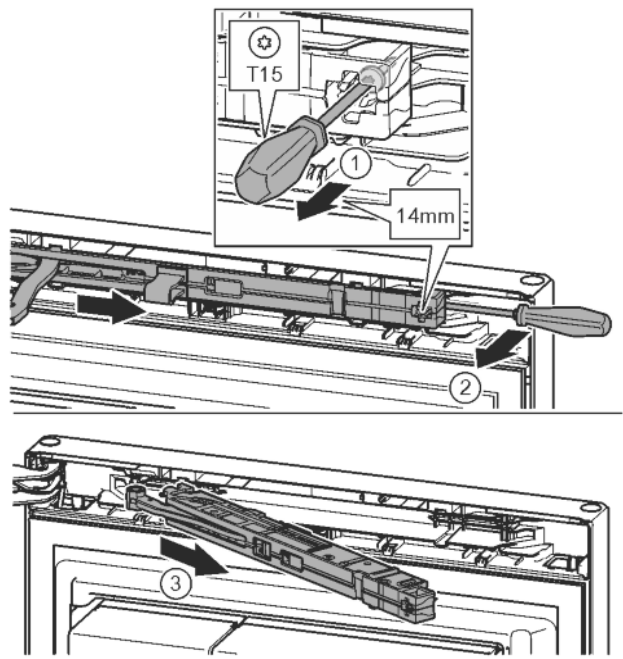

Fig. 11
- ▶ Przy pomocy śrubokręta T15 ok. 14 mm odkręcić śrubę na amortyzatorze zamykania drzwi. Fig. 11 (1)
- ▶ Od strony uchwyty, za amortyzator zamykania drzwi wsunąć śrubokręt i obrócić do przodu. Fig. 11 (2)
- ▶ Wyjąć amortyzator zamykania drzwi. Fig. 11 (3)